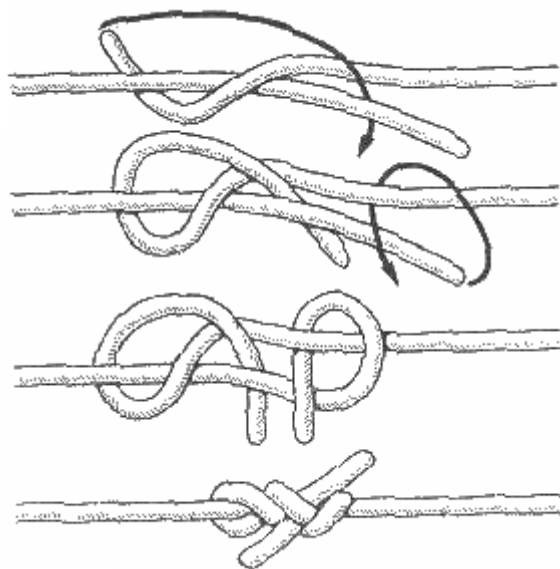

Рис. 32. Пакетный узел
**Пакетный узел** (рис. 32). Его название говорит о том, что он удобен для завязывания пакетов и свертков. Он прост, оригинален и рассчитан на быструю вязку. Пакетный узел чем-то напоминает травяной. По своей прочности он не уступает последнему.